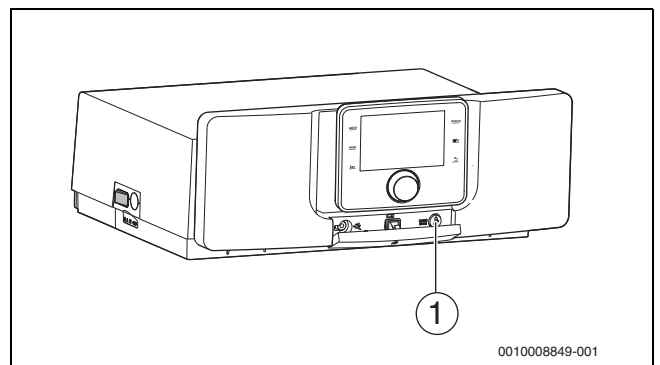

Bild 20 Schornsteinfeger-, Reset- und Notbetrieb-Taste an der Bedieneinheit
Da der Brenner werkseitig im Störungszustand ausgeliefert wird, müssen Sie den Brenner vor der ersten Inbetriebnahme entstören, indem Sie die Reset-Taste (→ Bild 20, Seite 17) drücken. Oder Reset-Taste am Feuerungsautomat drücken (wie folgt beschrieben).
Da der Brenner werkseitig im Störungszustand ausgeliefert wird, müssen Sie den Brenner vor der ersten Inbetriebnahme entstören, indem Sie die Reset-Taste (→ Bild 20) drücken. Oder Reset-Taste am Feuerungsautomat drücken (wie folgt beschrieben).
- ▶ Um die Abgastest-Funktion an der Bedieneinheit aufzurufen, Schornsteinfeger-Taste drücken (→Bild 20).